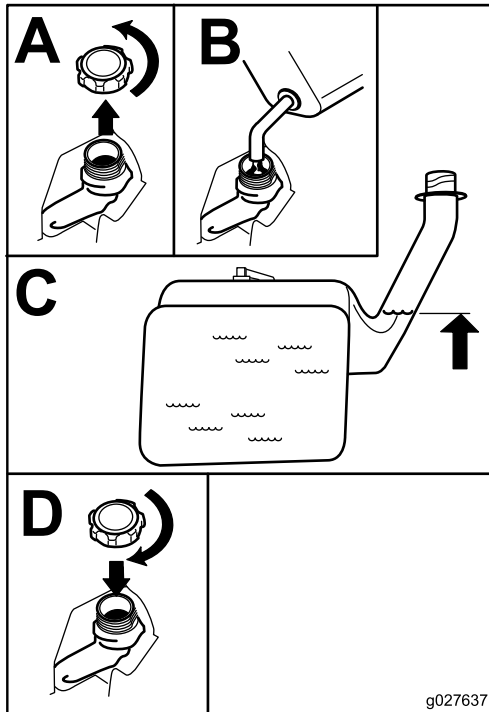

Figure 7
2. Versez **lentement** de l'essence sans plomb ordinaire jusqu'à ce que le niveau atteigne le bas du goulot de remplissage (Figure 7).